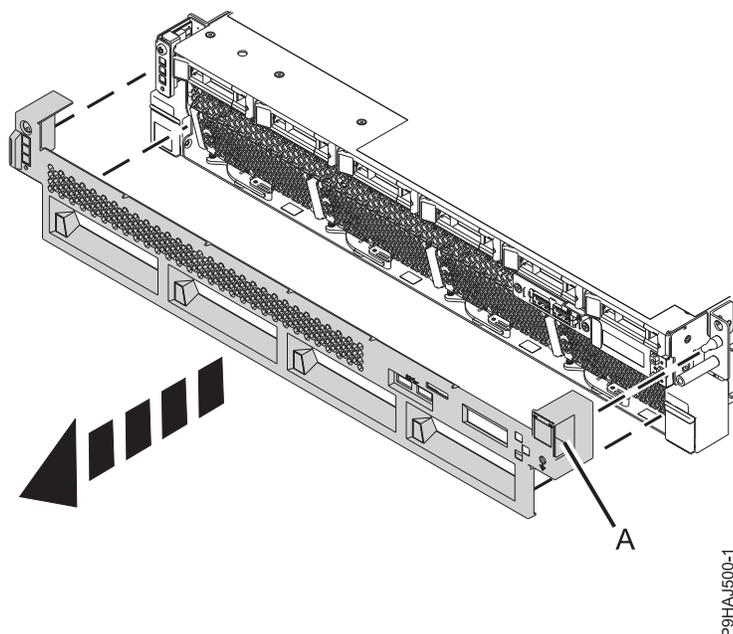

Figura 7. Removendo as tampas frontais
2. Remova a tampa frontal puxando-a para fora do sistema. A tampa possui indentações (A) pelas quais é possível segurá-la mais facilmente. Consulte o Figura 7.